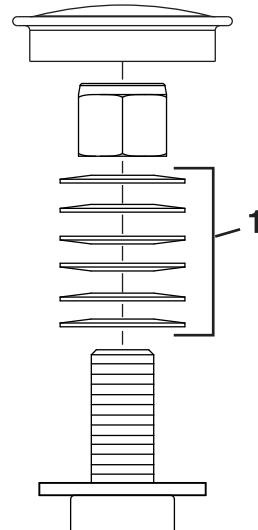

Figure 54
3. Déposez le capuchon protecteur de la roue pivotante et serrez le contre-écrou (Figure 54).
4. Continuez de serrer le contre-écrou jusqu'à ce que les rondelles élastiques soient aplatis, puis desserrez-le d'un quart de tour pour obtenir la précharge correcte des roulements (Figure 54).
Important: Veillez à placer les rondelles élastiques correctement, comme montré à la Figure 54.
5. Reposez le capuchon protecteur (Figure 54).